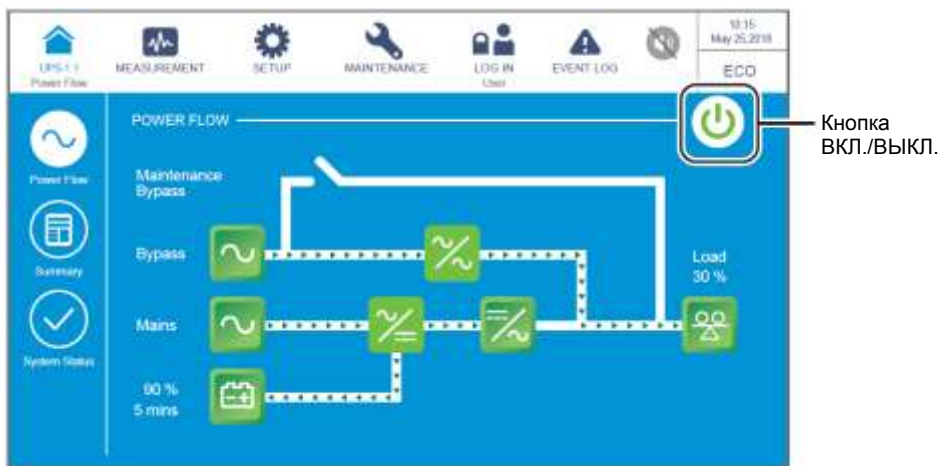

Рисунок 6-52: Экран ECO-режима и кнопка ВКЛ./ ВЫКЛ.
1) В ECO-режиме на ЖК-дисплее отображается следующий экран (**Рисунок 6-52**), а трехцветный светодиодный индикатор горит зеленым. Расположение трехцветного светодиодного индикатора см. на **Рисунке 2-11**.